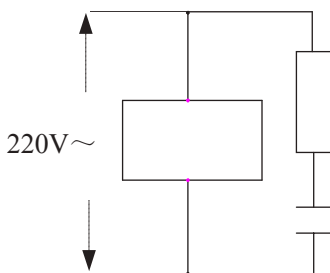
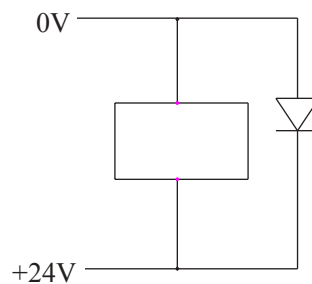
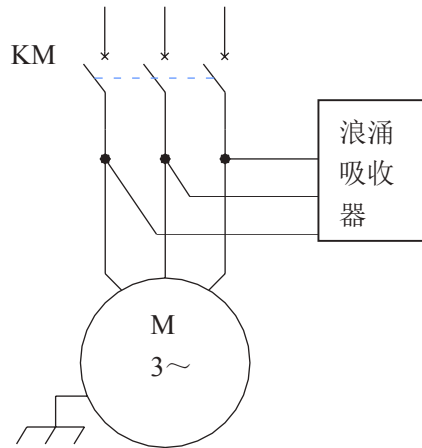

图 1-3
图 1-4
图 1-5
3、抑制干扰：在交流线圈两端并联 RC 回路（如图 1-3），RC 回路安装时要尽可能靠近感性负载；在直流线圈的两端反向并联续流二极管（如图 1-4）；在交流电机的绕组端并接浪涌吸收器（如图 1-5）。